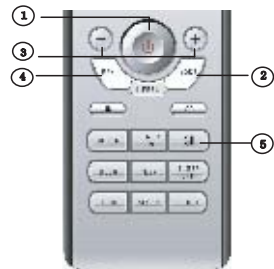

Рис. 5.4
5.3.3 Порядок управления (Рис. 5.4).